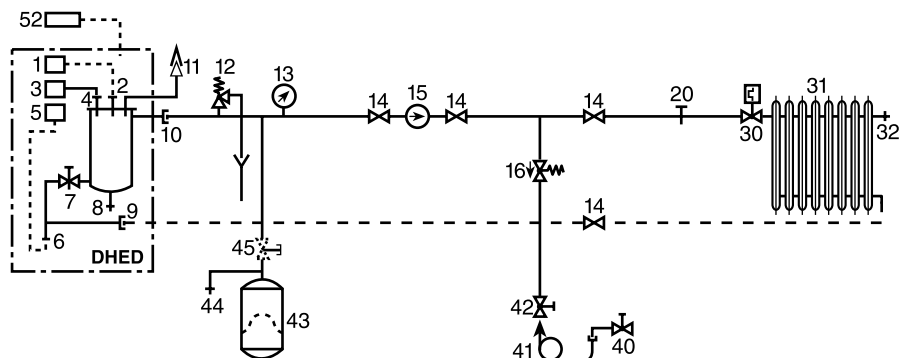
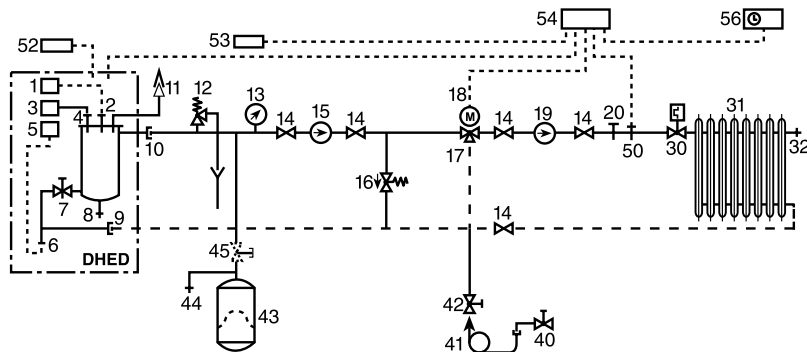
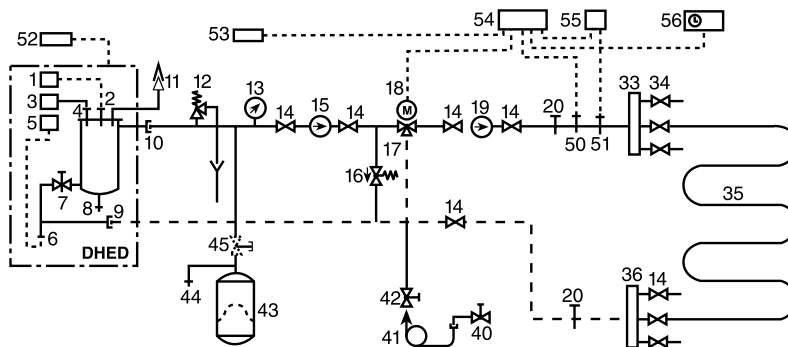

Рис. 4
Рис. 5
Рис. 6
Указание: в соответствии с рис.5 или рис.6 в контуре выработки тепловой энергии должны быть установлены циркуляционный насос и перепускной клапан.
3.1. Трубопровод должен быть проложен в соответствии со схемами, представленными на рис. 4, рис. 5 или рис. 6. Необходимо придерживаться существующих предписаний, положений и норм (см. стр. 5).